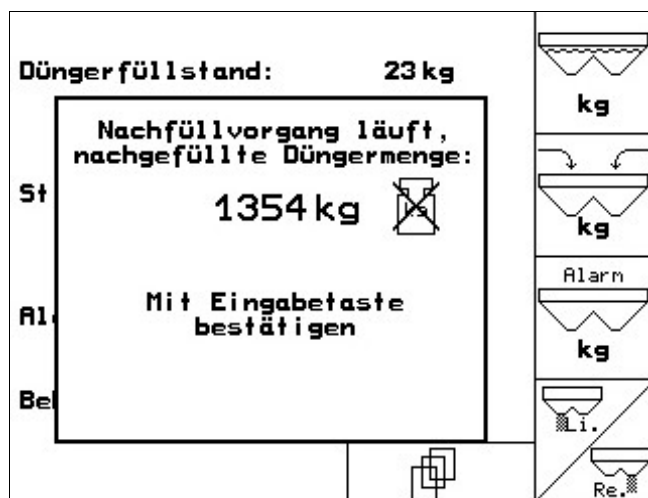

Fig. 87
- confirmar cantidad rellena de fertilizante (Fig. 87).